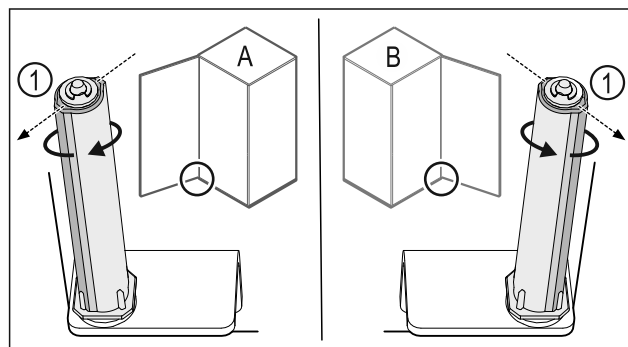

Fig. 50 Левое навешивание (A) / правое навешивание (B)
- ▶ Поворачивайте систему закрытия, преодолевая сопротивление до тех пор, пока ее ребро Fig. 50 (1) не будет направлено наружу.